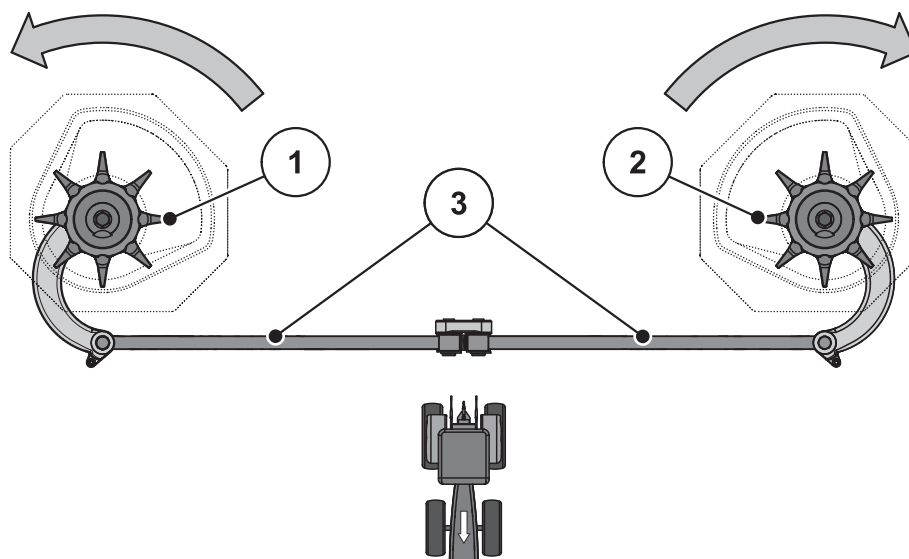

Рисунок 10.9: Проверка привода мешалки
2. Поверните рукой головку мешалки **в направлении вращения разбрасывающего диска**. См. Рис. 10.9.
3. Поверните головку мешалки с усилием рукой или с помощью ленточного масляного фильтра **против направления вращения разбрасывающего диска**. См. Рис. 10.9.